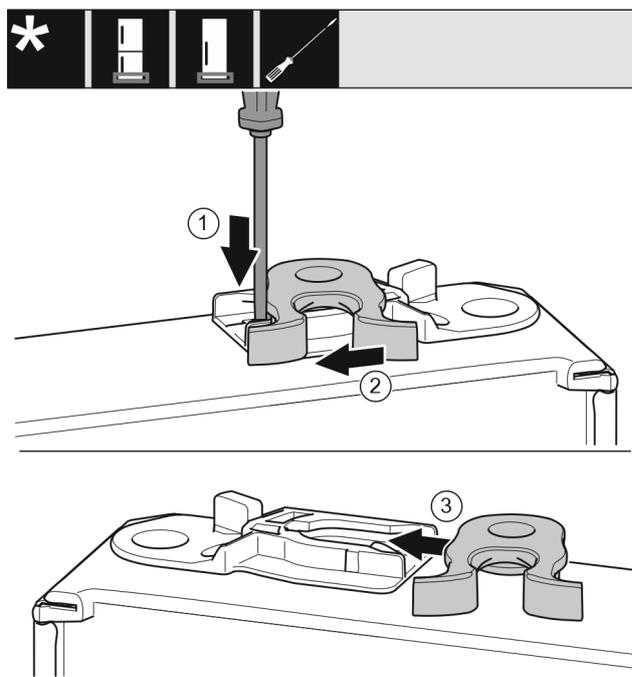

Fig. 18
- ▶ 用带槽螺丝刀向下按住接片 Fig. 18 (1)。
- ▶ 将锁钩 Fig. 18 (2) 从导向装置拉出。
- ▶ 将另一侧的锁钩 Fig. 18 (3) 推入导向装置。